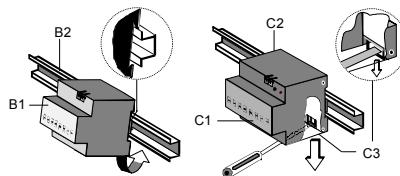

Bild 1 Montage und Demontage des Installationseinbauerätes
**Demontage des Installationseinbauerätes (Bild 1)**